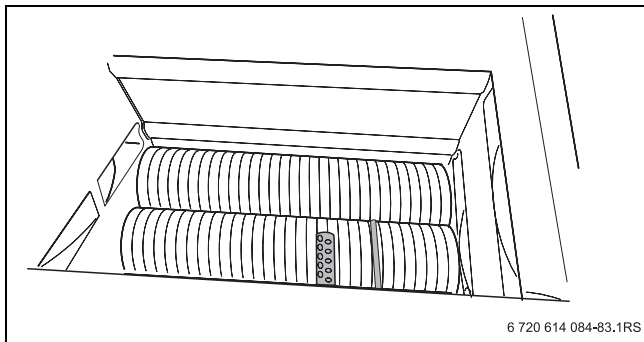
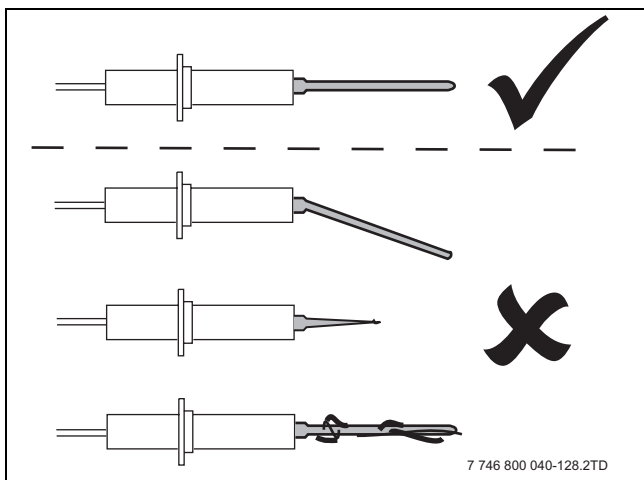

Fig. 81 Contrôler l'électrode allumage et l'électrode d'ionisation
Fig. 82 Contrôler l'électrode d'ionisation
- ▶ Vérifier si l'électrode d'ionisation et l'allumeur à incandescence sont encrassés, usés ou endommagés (→ fig. 81 et fig. 82).